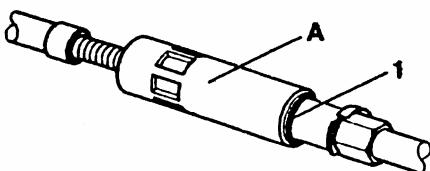

图 13-57 手制动拉索微调
(6) 取下补偿环处螺丝刀, 用力拉紧手制动器三次。调整完成后, 带颜色的 O 型环 1 就看不见了。这是为了保证拉索调节机构不受灰尘和水的侵蚀。
(7) 检查手制动器拉索预张紧, 如需要, 可拧出/拧入细调器来进行微调, 如图 13-57 所示。